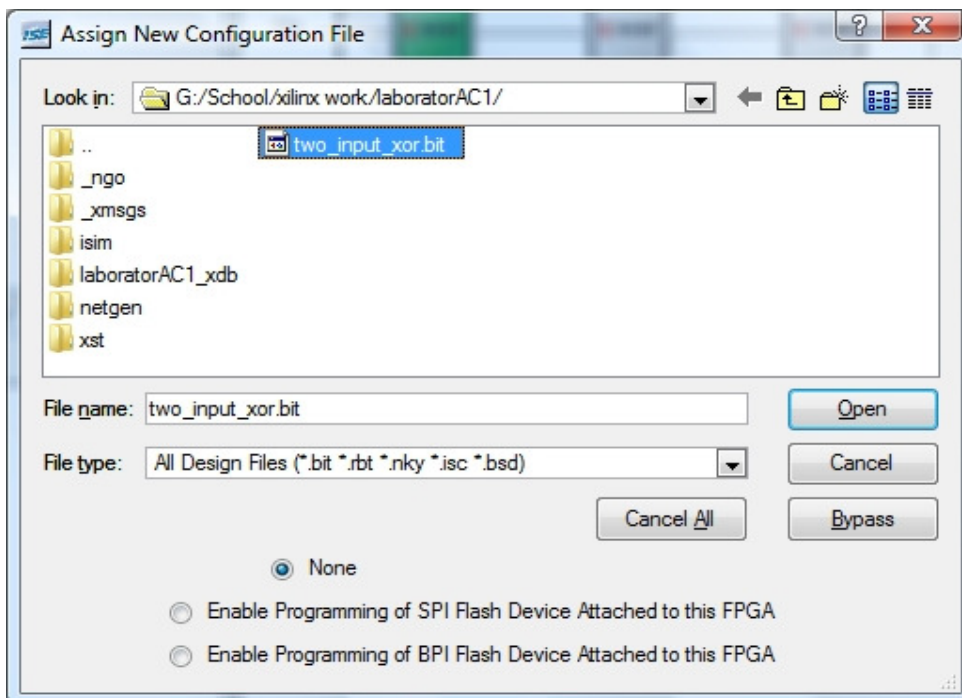

Figura 6.10
- FPGA-ului XC3S500E i se va atribui fisierul „two\_input\_xor.bit” (Figura 6.10).